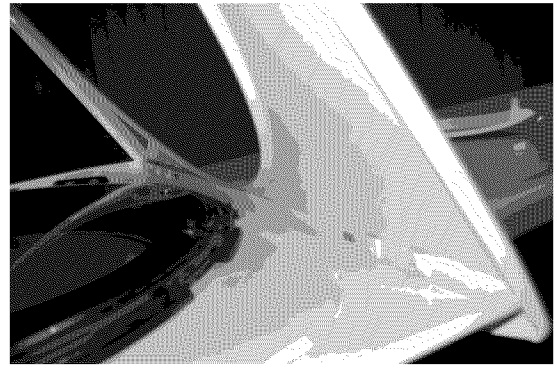

Figure 11
12. Réassemblez la porte extérieure et la porte intérieure (figure 11).
13. Vissez les quatre (4) vis qui retiennent la charnière dans les nouveaux trous pour fixer la charnière à la porte. Assurez-vous d'orienter la charnière dans la bonne direction.
14. Installez dans les trous les quatre (4) vis utilisées précédemment pour fixer la charnière.